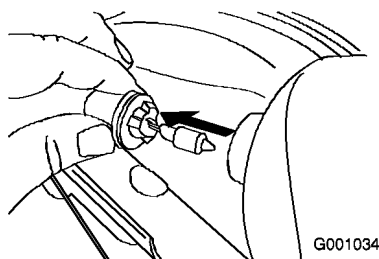

Figure 59
3. Sortez directement l'ampoule de l'arrière du phare (Figure 59).